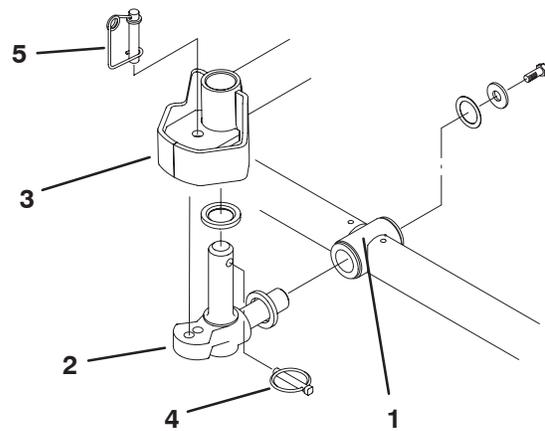

Bild 4
6. Setzen Sie eine Druckscheibe auf die horizontale Welle des Kreuzgelenks, siehe Bild 4.
7. Setzen Sie die horizontale Welle des Kreuzgelenks in das Befestigungsrohr des Trägerrahmens ein (Bild 4).
8. Befestigen Sie das Kreuzgelenk mit einer Druckscheibe, einer flachen Scheibe und einer Bundkopfschraube am Trägerrahmen (Bild 4).
9. Setzen Sie eine Druckscheibe auf die vertikale Welle des Kreuzgelenks, siehe Bild 4.
10. Falls die vertikale Welle abgenommen ist, setzen Sie sie auf das Kreuzgelenk in den Gelenkhub des Hubarms ein (Bild 4). Platzieren Sie das Kreuzgelenk richtig zwischen die zwei mittleren Gummistangen unter der Hubarm lenkplatte.
11. Setzen Sie den Klappstecker in das Kreuzloch an der Kreuzgelenkwelle ein (Bild 4).
Hinweis: Wenn Sie eine starre Mähwerkposition wünschen, setzen Sie den Lenkradarretierungsstift in das Befestigungsloch des Kreuzgelenks (Bild 4).
14. Haken Sie den Federdraht unten um den Lenkradarretierungsstift (Bild 4).